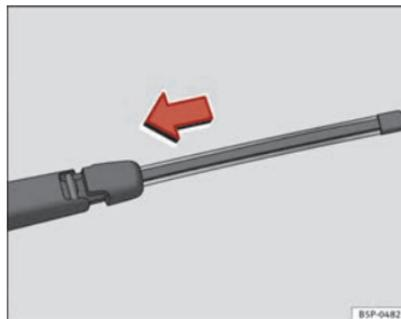

Fig. 173 Colocar a escova do limpa-vidros traseiro
- Posicionar a escova, tal como se indica na ⇒ Fig. 173 e deslizar o adaptador até que encaixe.